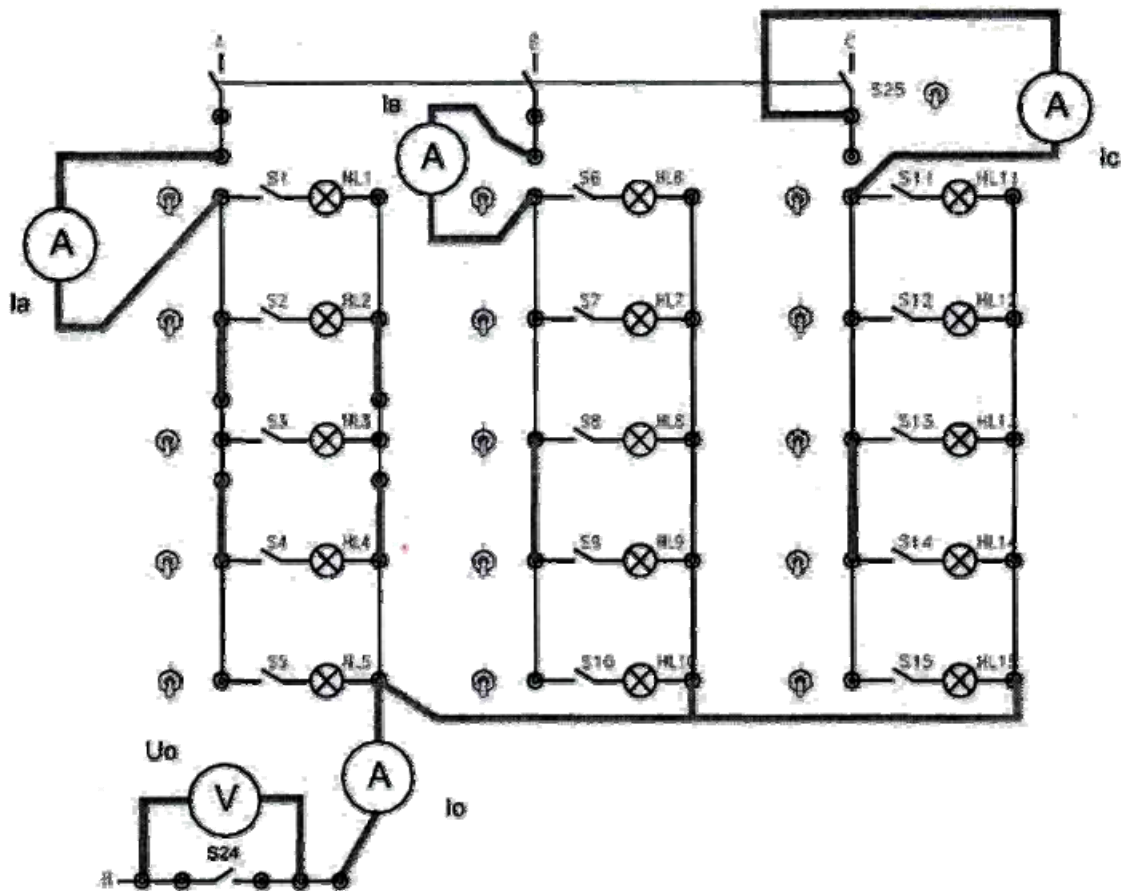

Рис. 22.
- 22.3.2. Собрать и изучить схему электрической цепи (рис. 22.).